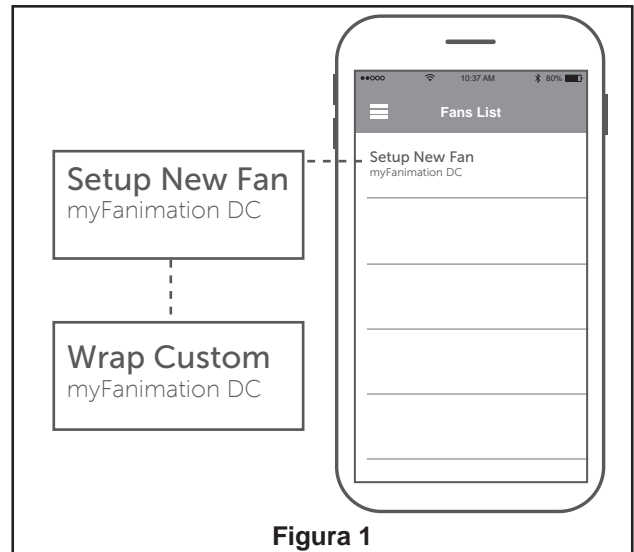

Figura 1
1. Abra la App fanSync y toque Configurar Nueva Fan para iniciar la configuración. (Figura 1)
- 1. Instalación de la placa de la pared:** (Figura 1)